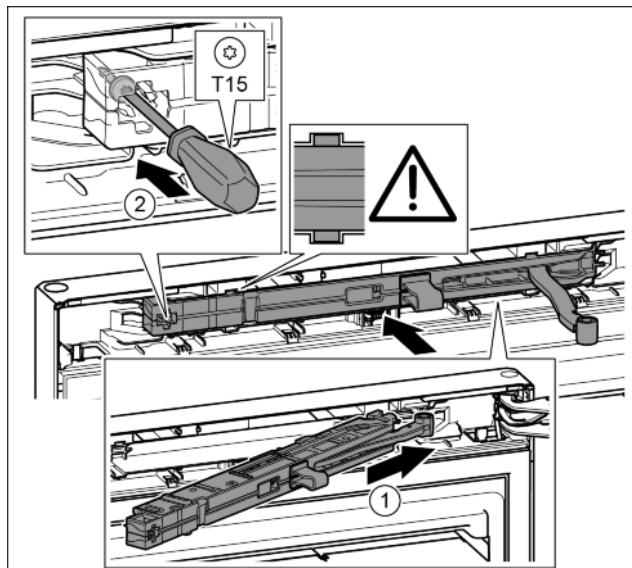

Fig. 21
- Вставить узел амортизатора со стороны опорного кронштейна в выемку до упора под наклоном. Fig. 21 (1)
- Затянуть винт отверткой T15. Fig. 21 (2)